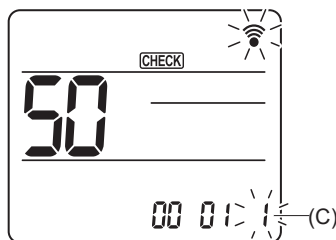

Fig. 6-22
Utilisez la touche **↓** pour changer le numéro de réglage (C). (Fig. 6-22)